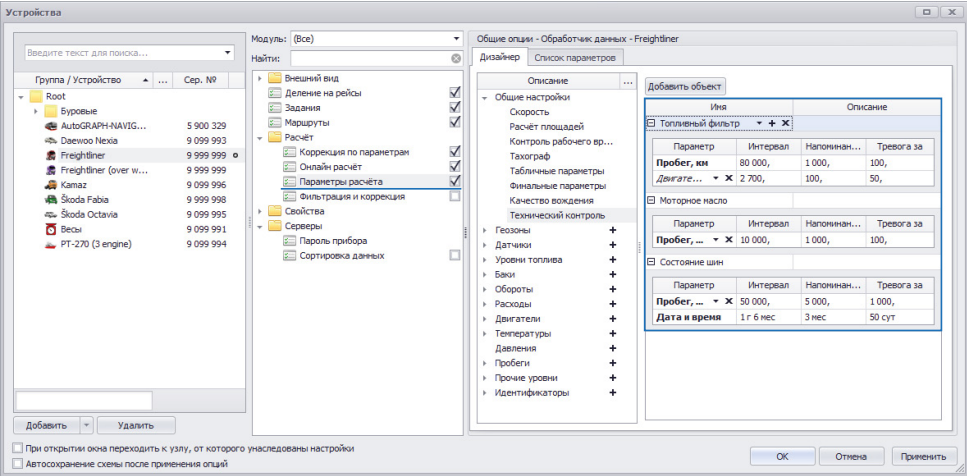

Рис.348. Параметры объектов технического контроля.
- в таблице ниже ввести начальные значения параметров транспортного средства. В списке доступны все параметры, по которым контролируются состояния объектов технического контроля (Рис.348);